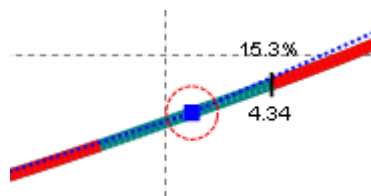

Рис.87 Отображение отредактированной точки
**Важное замечание:** Если у импортированной трассы изменить положение базовых точек, то такие точки будут отображаться в проекте в красном кружке (Рис.87 на стр.95). Это указывает на то, что точка была изменена вручную и не соответствует точке в измерительном приборе.